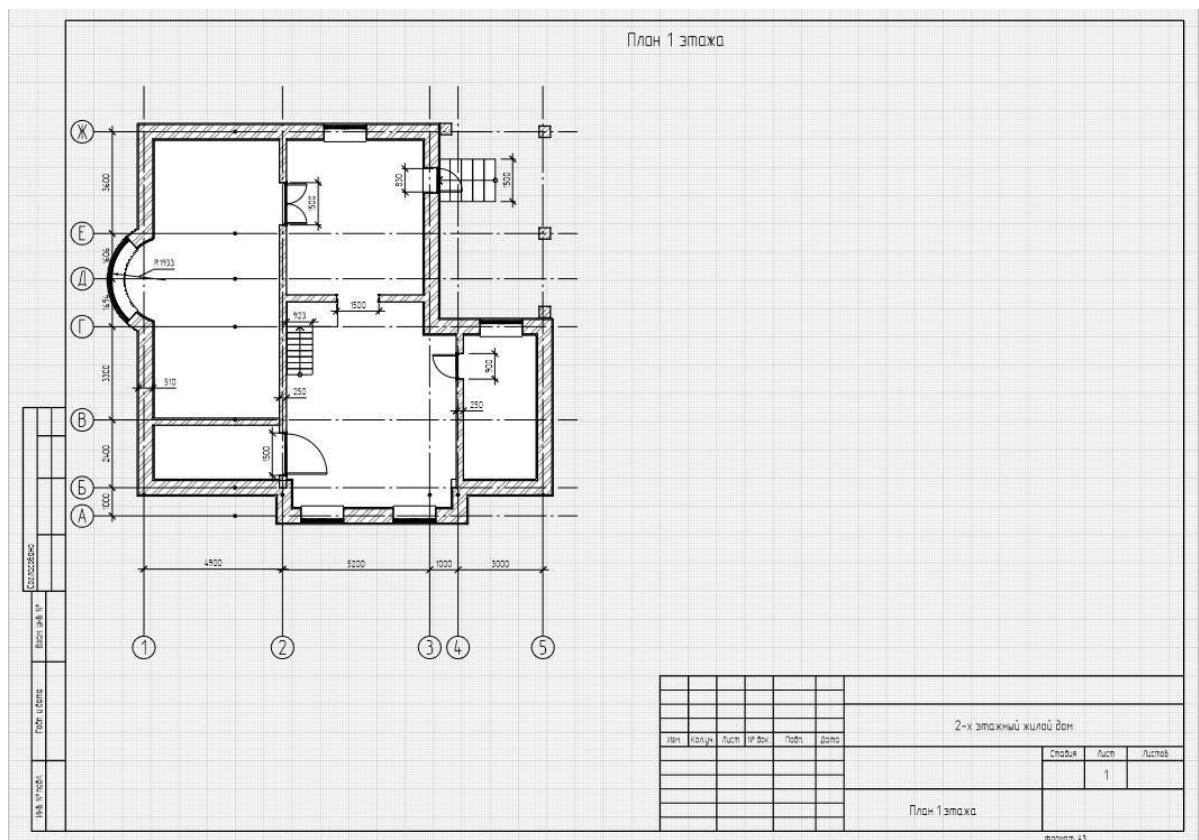

Рис. 13 Постановка размеров на чертеже
- Проставим необходимые размеры на чертеже (рис. 13)